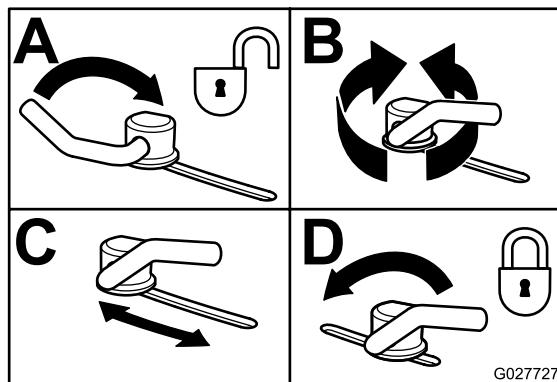

Figura 28
- Para ajustar los bloques de leva, levante la palanca para aflojar el bloqueo de leva (Figura 28).
- Devuelva la palanca a su posición original para apretar el deflector y los bloques de leva (Figura 28).